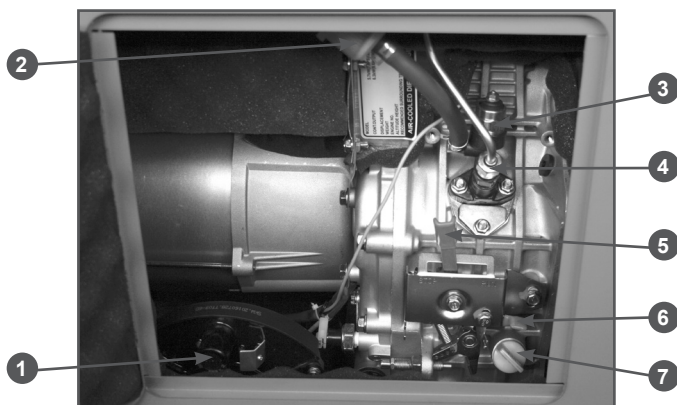

Рис. 2 Основные узлы и органы управления (вид двигателя с открытой дверцей)
3. Выкрутите крышку-щуп маслосаливной горловины (Рис. 2 п. 7) и извлеките щуп.
3. Выкрутите крышку-щуп маслозаливной горловины (Рис. 2 п. 7) и извлеките щуп.